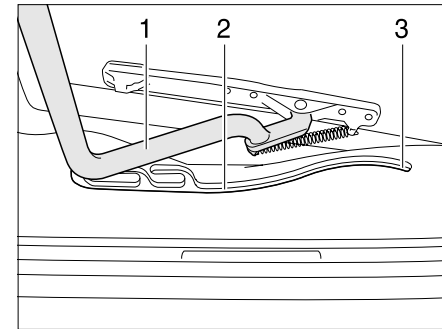

Bild 25 Heki-Dachhaube, Führung
- ▶ Den Bügel (Bild 25,1) in den Führungen (Bild 25,2) bis in die hinterste Position (Bild 25,3) ziehen.
- ▶ Den Bügel (Bild 25,1) mit beiden Händen leicht nach oben drücken.
- ▶ Den Bügel in den Führungen (Bild 25,2) bis zur gewünschten Stellung ziehen.